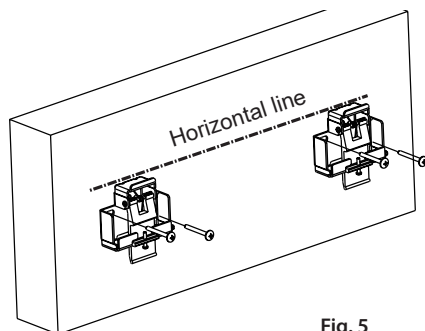

Fig. 5
1. Pour le montage sur une surface solide en pierre/béton, veuillez utiliser les chevilles à haute résistance (j) ou les chevilles en plastique (h). Déterminez la position de montage des équerres de fixation (b) en fonction des dimensions du carter et de la hauteur de l'écran de projection. Tracez une ligne horizontale (à l'aide du niveau à bulle) pour installer les deux équerres de montage au même niveau. (voir Fig. 5)